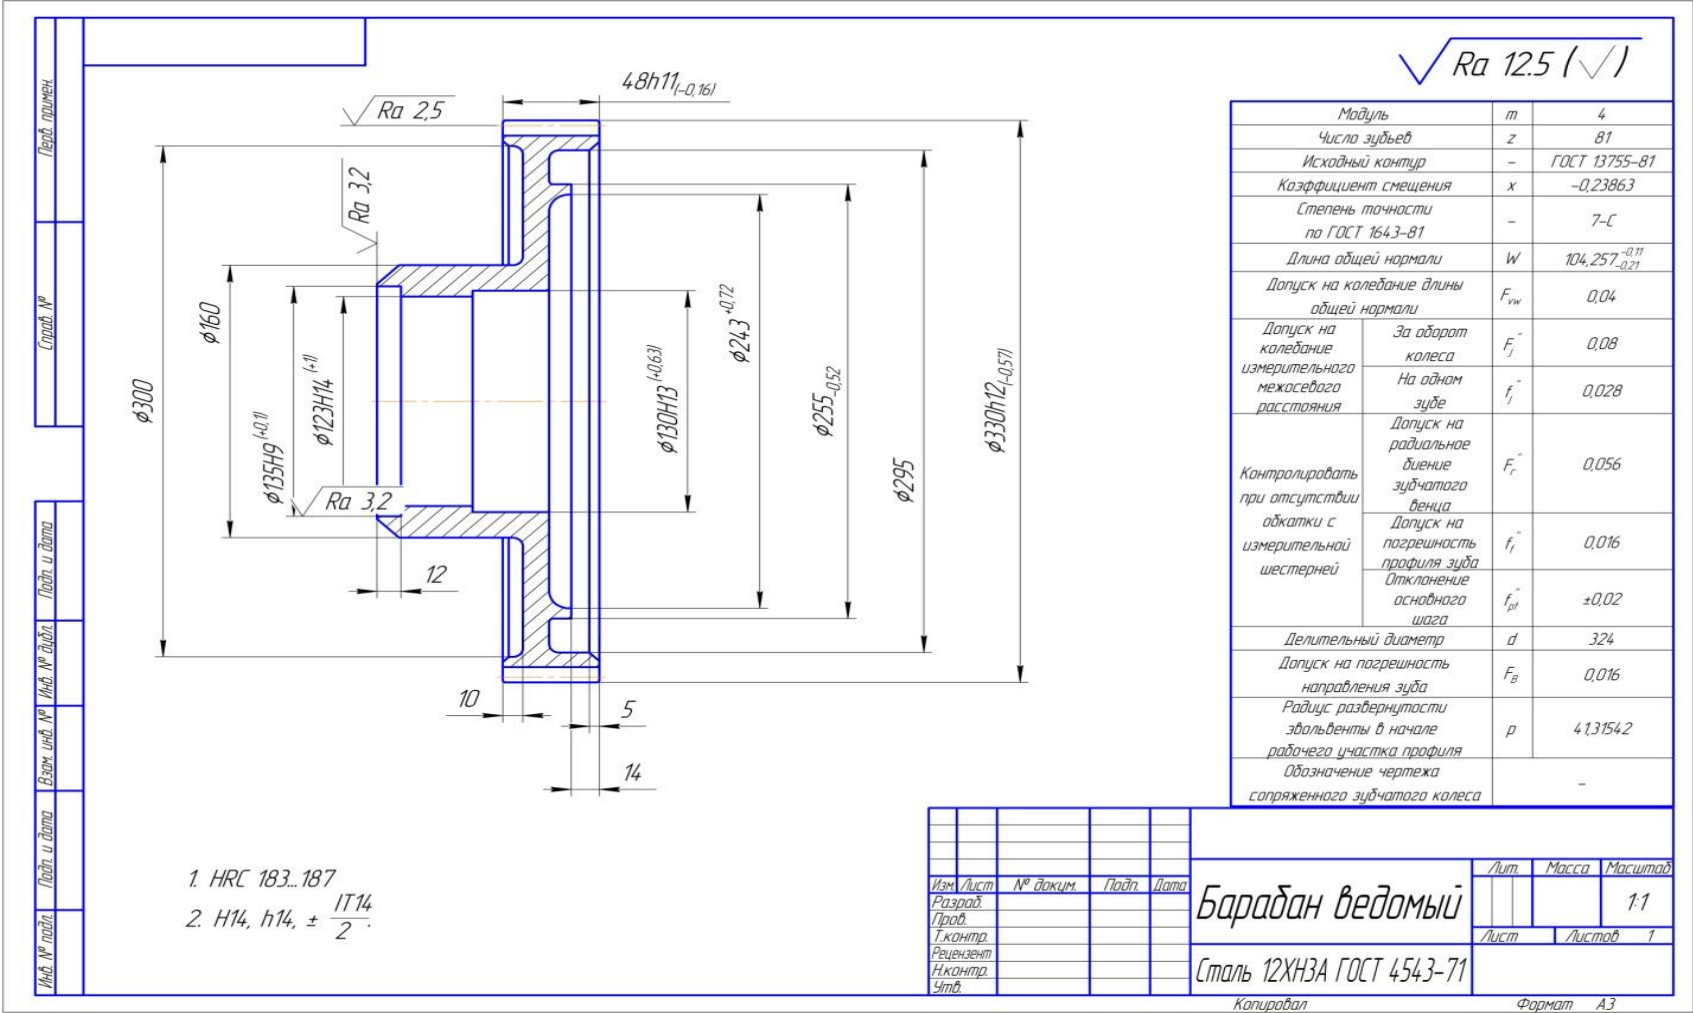

Рисунок 6 - Барабан ведомый
1. Задать параметры заготовки, выбрать необходимый инструмент для обработки детали (рисунок 6Б приложения)